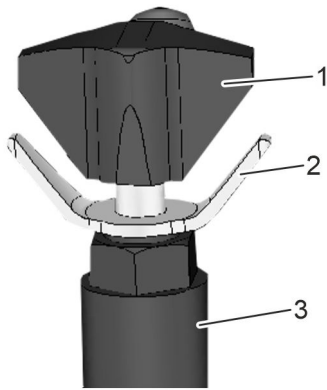

Fig. 25: Válvula reguladora de presión
2. ➤ Suelte el elemento de bloqueo (Fig. 25/2). Para ello, gírelo en sentido contrario a las agujas del reloj.
3. ➤ Gire el selector giratorio (Fig. 25/1) en sentido contrario a las agujas del reloj. Ábralo totalmente.